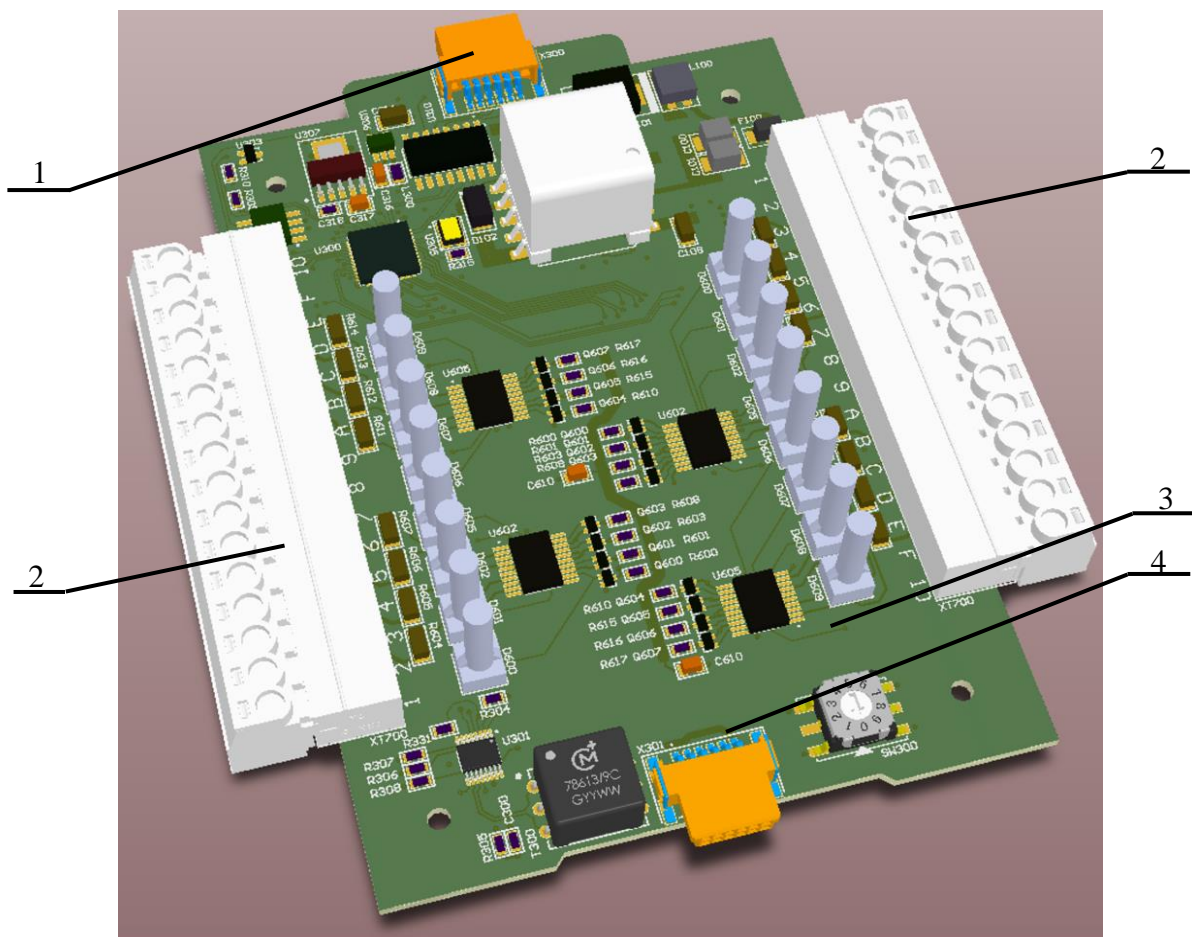

Рисунок 3 – Внешний вид платы
Программирование модуля расширения не требуется, настройка осуществляется с помощью программного обеспечения YART Studio версии 0.8.2 и выше. Также перед монтажом следует установить аппаратный адрес модуля в шине (см. рис. 3).
**Важно!** Перед подключением модулей к контроллеру следует снять верхнюю крышку и установить аппаратный адрес модуля в шине. Адрес выставляется с помощью поворотного переключателя (см. рис.3) в соответствии с порядковым номером модуля в шине, начиная с нуля. Т.е. у первого модуля следует выставить 0, у второго - 1, у третьего - 2 и т.д.